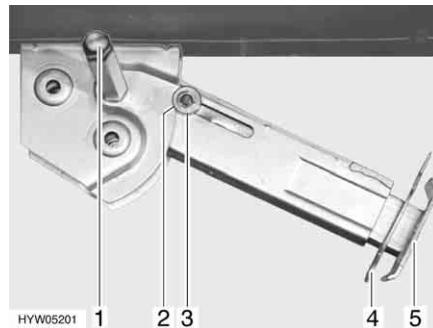

Fig. 14 Piedino di stazionamento
- Inserire la chiave a tubo nell'esagonale (Fig. 14,1) e ruotare fino a quando il piedino di stazionamento non si trova in posizione verticale verso il basso.
- Estrarre la copiglia (Fig. 14,4) dal prolungamento dell'estremità del piedino (Fig. 14,5).
- Inserire la chiave a tubo nell'esagonale (Fig. 14,1) e ruotare fino a quando il piedino di stazionamento non si stacca dal terreno.
- Spingere completamente all'interno il prolungamento dell'estremità del piedino (Fig. 14,5) e inserire la copiglia (Fig. 14,4) nel foro apposito.
- Ruotare la chiave a tubo nell'esagonale (Fig. 14,1), fino a quando il piedino di stazionamento non è sollevato verso l'alto e la guida (Fig. 14,3) è rientrata totalmente nell'intaglio (Fig. 14,2).